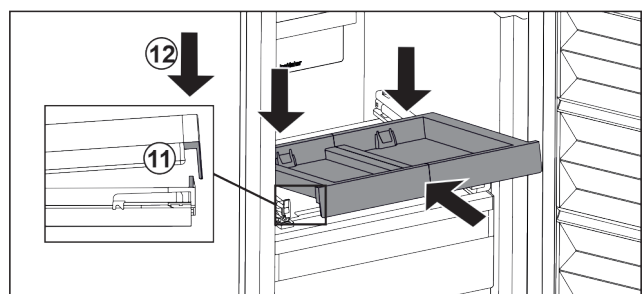

Fig. 104
- ▶ Schuin erin schuiven. Zorg ervoor dat de aanslag aan beide zijden achter de lip is. Fig. 104 (11)
- ▶ Uitschuifplateau aan voorzijde neerzetten. Fig. 104 (12)